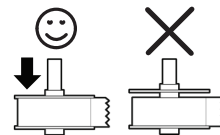

Figura 6
- La guía del carrete de etiquetas debe presionarse de modo que quede pegada al rollo de etiquetas, sin vacíos. Consulte la Figura 6.
- 5 Deslice la guía del carrete sobre el lado derecho del carrete y apriete fuerte la guía contra el lado del rollo de etiquetas, **sin dejar espacio** entre el rollo y el carrete. Consulte la Figura 6.